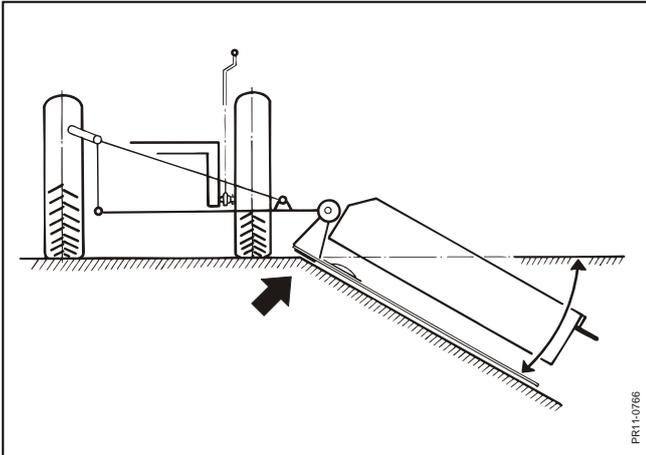

Fig. 3-15
**Fig. 3-15:** Um Abhänge zu mähen, den Mähbalken über den Abhang fahren, so daß die linke Gleitkufe auf der Kante stützt, und der Mähbalken frei über den Abhang hängt. Das 3-Punkt-System des Schleppers absenken (weiter als der gewählte Anschlag). Der Messerbalken wird jetzt an den Abhang niedergesetzt. Der Hubzylinder muß sich immer noch in Schwimmstellung befinden.